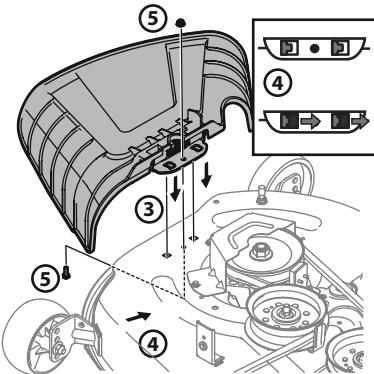

Figura 9
3. Ubique el deflecto del canal en la plataforma, asegúrese de insertar las lengüetas de dicho deflecto en los orificios de la plataforma. Consulte la Figura 9.
4. Deslice el deflecto del canal hacia la parte posterior del tractor hasta que el orificio del perno que está en el deflecto del canal quede alineado con el orificio de la plataforma. Consulte la Figura 9.
5. Sujete el deflecto del canal en su lugar con la tuerca de seguridad con brida y el tornillo hexagonal que se extrajeron en el paso dos. Ajuste hasta 102-124 pulgadas-libras (11.5-14 N·m). Consulte la Figura 9. Pase a "Ajuste de ruedas de calibración delantera".